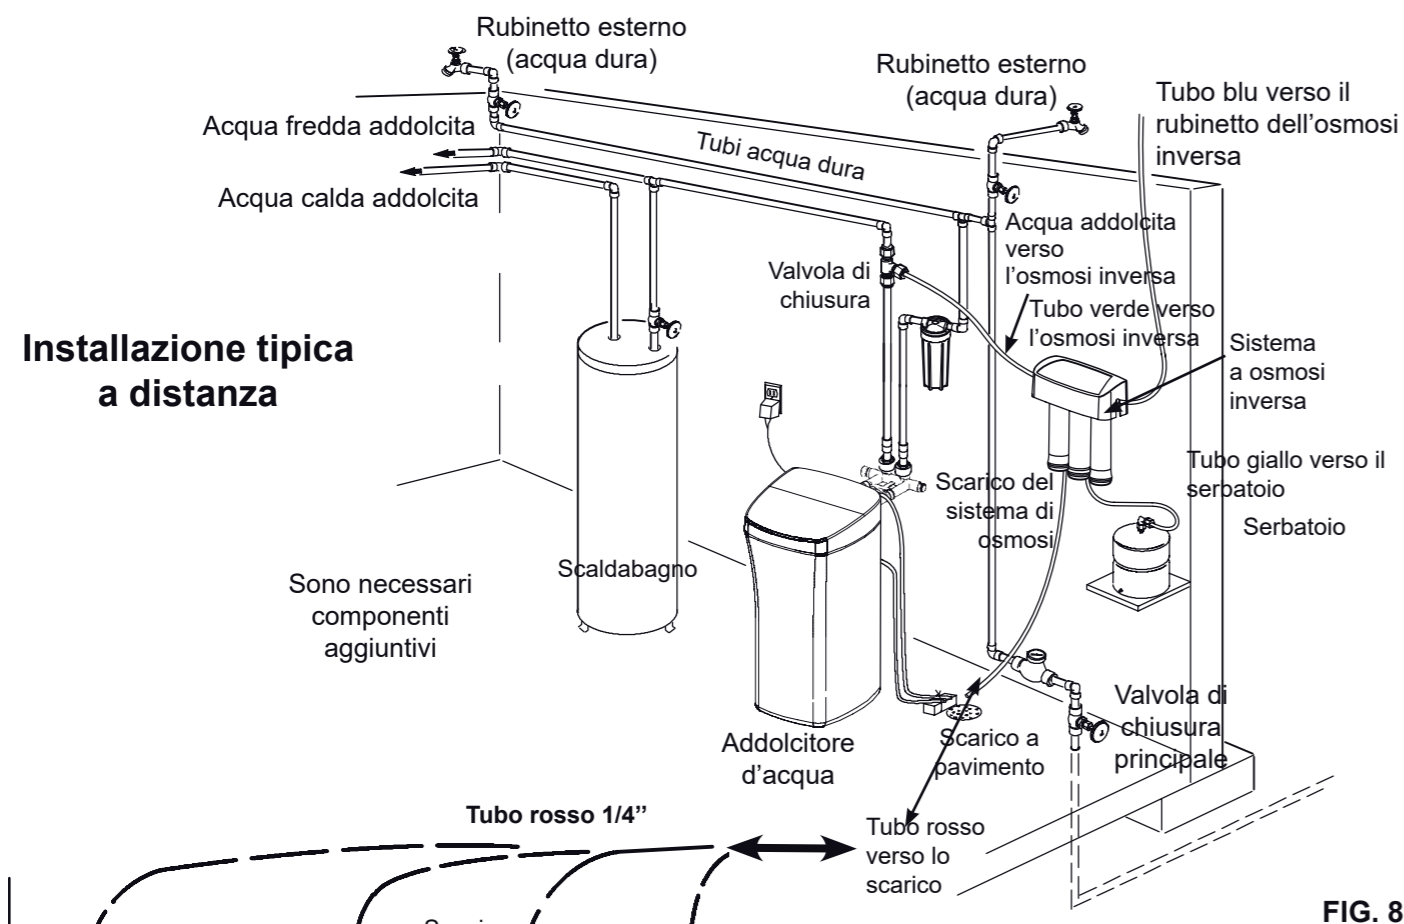

FIG. 8
- **Utilizzare un altro scarico esistente nella vostra casa.** In caso di installazione remota, il tubo di scarico dell'osmosi va direttamente alle acque reflue. Cfr. Fig. 8 & 9.
1. Individuare il tubo rosso da 1/4" (6.35 mm) sul sistema di osmosi inversa. Cfr. Fig. 8.